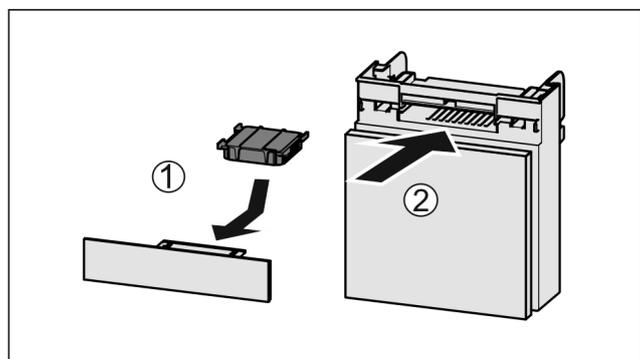

Fig. 114
- ▶ Inserire il vano Fig. 114 (2).